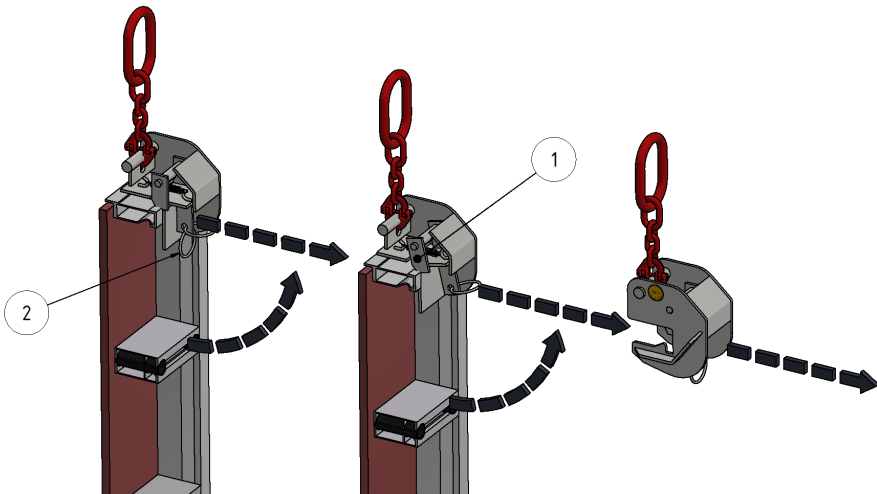

Abbildung 9 : Abnehmen Kranbügel
Das Abnehmen des Alu-L-Kranbügels geschieht wie in Abbildung 9 beschrieben.
Den Ring am Betätigungshebel (2) nach unten ziehen und halten, so dass die Sicherungsfalle (1) angehoben wird. Kranbügel nach hinten gemäß Abbildung 9 abnehmen.
<p>Der Betätigungshebel (2) schnappt wieder automatisch in die Ausgangsposition (Abbildung 9) rechts.</p>